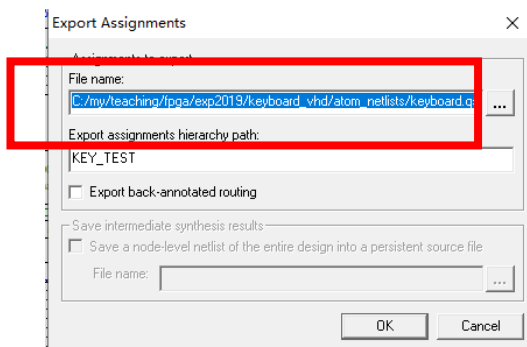

图 7 Export Assignments 对话框
- 2) 在菜单栏选择 Assignments—>Export Assignments，打开图 7 所示窗口